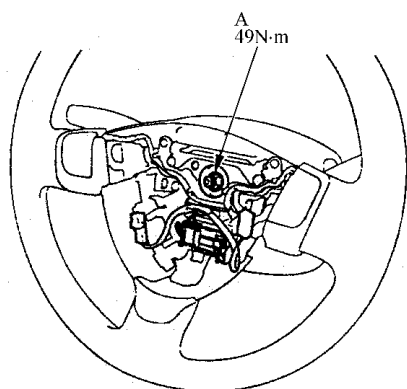

图 7-10 安装转向盘螺母
3) 如图 7-10 所示，安装转向盘螺母，将其锁紧。确认线束的布置和固定适当。